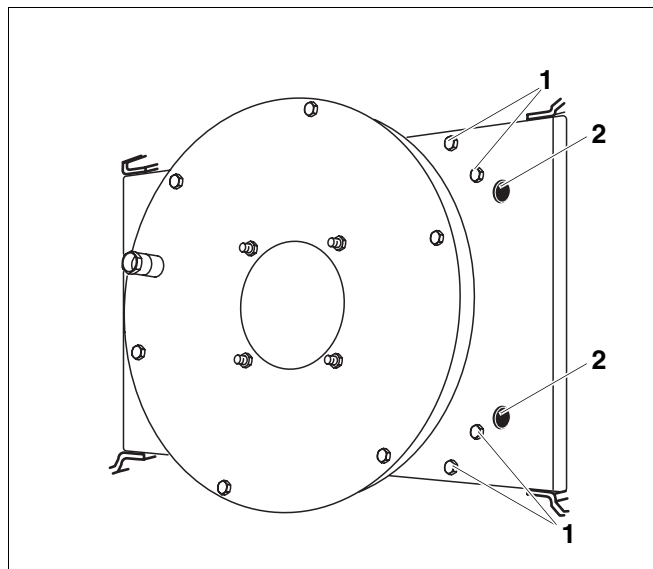
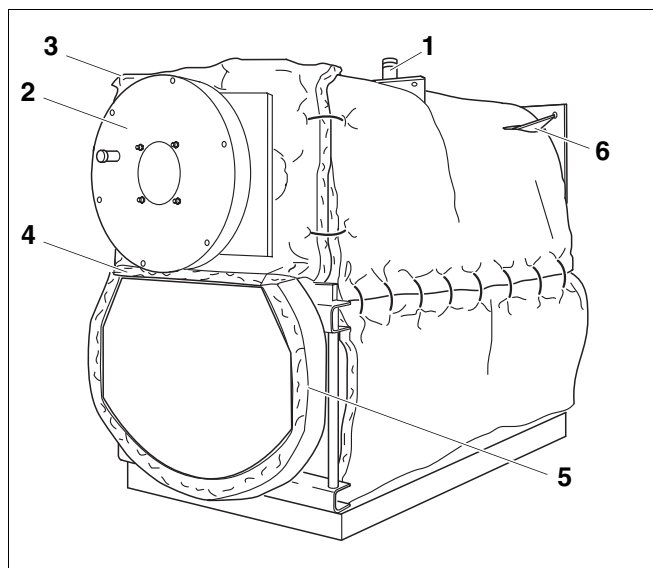
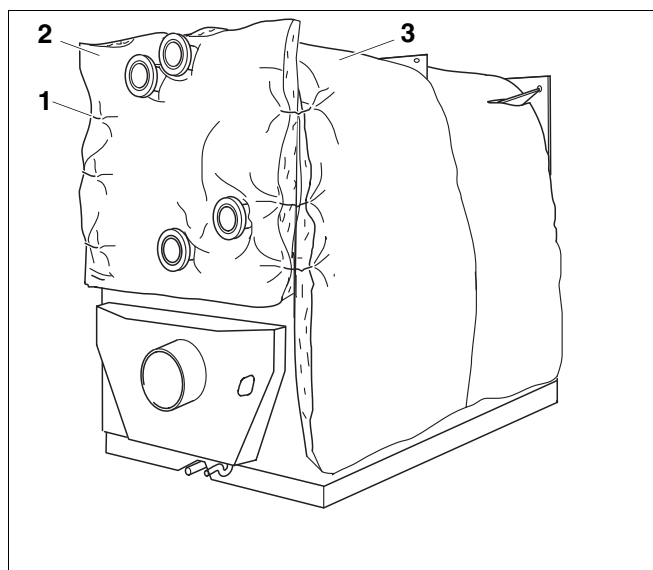

Fig. 6 Skruer til åbning af brænderdøren
Fig. 7 Varmebeskyttelse på brænderdøren
Fig. 8 Varmebeskyttelse på bagvæggen
Bemærk udskæringerne til vandmangelsikring og traversholder (fig. 7, pos. 1 + 6)!
- Skru 4 sekskantskruer (fig. 6, **pos. 1**) af til højre på brænderdøren (fig. 7, **pos. 2**) og 4 sekskantskruer til venstre.
Udsparingerne (fig. 6, **pos. 2**) på brænderdøren (2 til venstre og 2 til højre) er beregnet til anhugning af kran eller løftegrej til f.eks. at afmontere døren komplet.
- Åbn brænderdøren (fig. 7, **pos. 2**)
- Læg isoleringsmåtten med den runde udskæring (fig. 7, **pos. 3**) med den brede kant opad på kedelkroppens forvæg (bred kant opad), og fastgør den med 4 klemmer (2 til venstre, 2 til højre) på den omløbende varmebeskyttelse.
- Læg den smalle isoleringsmåtten (fig. 7, **pos. 4**) med kacheringen foran og foroven på vendekappen.
- Læg den smalle isoleringsmåtten (fig. 7, **pos. 5**) til vendekappen om vendekappen fra siden og nedefra, og fastgør den med 2 klemmer.
- Læg varmebeskyttelsen mod kedlens bagvæg (fig. 8, **pos. 2**), så udskæringerne passer, og fastgør den med 6 klemmer (fig. 8, **pos. 1**, 3 til venstre og 3 til højre) til den omløbende varmebeskyttelse (fig. 8, **pos. 3**).
- Stik isoleringsmåtten fra brænderdøren (fig. 7, **pos. 3**) og bagvæggen (fig. 8, **pos. 2**) ind i de øverste afkantninger på den forreste og den bagerste travers.